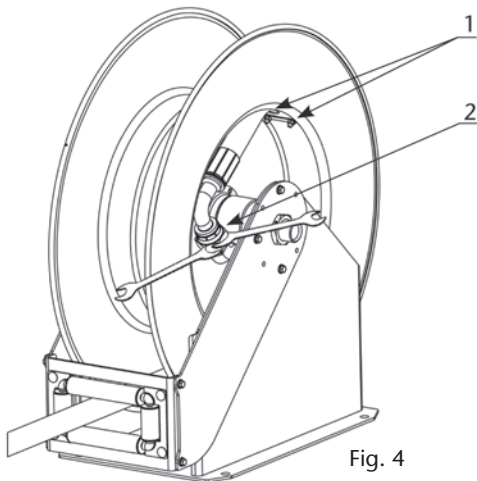

Fig. 4
2. Remove the U-bolt by loosening its nuts (1) and disconnect the hose from the swivel (2) by using two wrenches (fig. 4).
4. Connect the new hose to the swivel by using two wrenches. Place the U-bolt in such a way that it firmly holds the hose against the spool, and pull the hose in order to unlock the ratchet (fig. 4).
2. Retire el abarcón aflojando sus tuercas (1) y desconecte la manguera de la rótula (2) utilizando dos llaves (fig. 4).
4. Conecte la nueva manguera a la rótula utilizando dos llaves, coloque el abarcón de modo que sujete la manguera contra el tambor firmemente, y tire de ella para soltar el trinquete (fig. 4).
2. Retirez les boulons en U en desserrant leurs écrous (1) et débranchez le flexible de la rotule pivotante (2) en utilisant deux clés (fig. 4).
4. Raccordez le nouveau flexible à la rotule pivotante en utilisant deux clés. Placer les boulons en U pour maintenir le flexible fermement sur le tambour et tirez le flexible pour libérer le cliquet (fig. 4).
2. Entfernen Sie den Bolzen, indem sie die Muttern (1), mit denen er befestigt ist, lösen, und trennen Sie den Schlauch mittels zweier Schlüssel vom Anschlussgelenk (2) (Abb. 4).
1. Disconnect the hoses of the inlet shaft (1) and the swivel joint (2) (fig. 7). On the swivel, use two wrenches (fig. 4) in order to avoid any shaft damage.
2. Loosen the set screw in the nut (3) and remove said nut.
3. Remove the screws (4) and the arm (5).
1. Déconnecter le flexible dans de l'axe central (1) et de la rotule (2) (fig. 7). Utiliser deux clés pour la rotule (fig. 4) pour éviter d'endommager l'axe.
2. Desserrer l'écrou prisonnier (3) et le retirer.
3. Dévissez les vis (4) et retirer le bras (5).
1. Desconecte las mangueras en la acometida (1) y en la rótula (2) (fig. 7). En la rótula utilice dos llaves (fig. 4) para evitar dañar el eje.
2. Afloje el prisionero de la tuerca (3) y desensrosque dicha tuerca.
3. Desensrosque los tornillos (4) y retire el brazo (5).